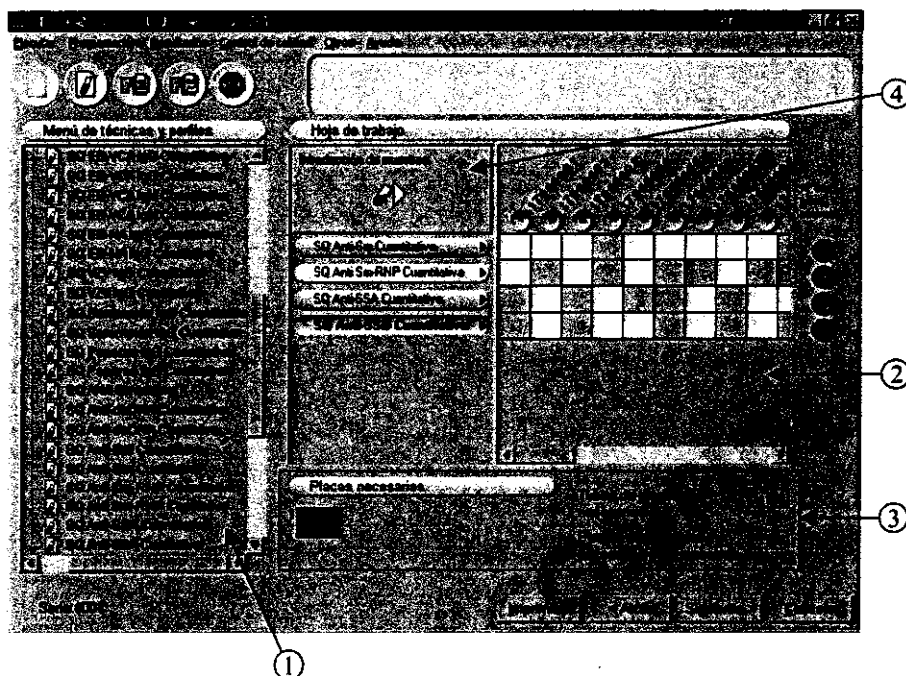

Figura 5: Creación de una serie en la Hoja Trabajo
Una vez realizada la identificación de muestras se debe confeccionar la serie de trabajo a realizar por el Triturus® en la Hoja de Trabajo (Figura 5).
- **Menú de técnicas y perfiles** (Ref. 1, Figura 5): Relación de todas las técnicas y perfiles disponibles.
- **Hoja de trabajo:** Espacio reservado para introducir las técnicas y las muestras (Ref. 2, Figura 5) a procesar en una nueva serie. Dentro de ésta se indica el número de placas, de tubos de predilución, de puntas desechables y de pocillos necesarios para realizar una determinada serie (Ref. 3, Figura 5).
- Arrastrar con el puntero cada una de las técnicas a realizar desde el Menú de Técnicas y Perfiles (Ref. 1, Figura 5) hasta el espacio reservado para las mismas en la Hoja de Trabajo.
- Seleccionar el icono **Introducción de muestras** (Ref. 4, Figura 5).
- Pulsar el botón **Siguiente** (Figura 5) una vez completada la Hoja de Trabajo.
- A través del botón **Introducción de muestras** (Ref. 4, Figura 5), pulsar identificación Automática.